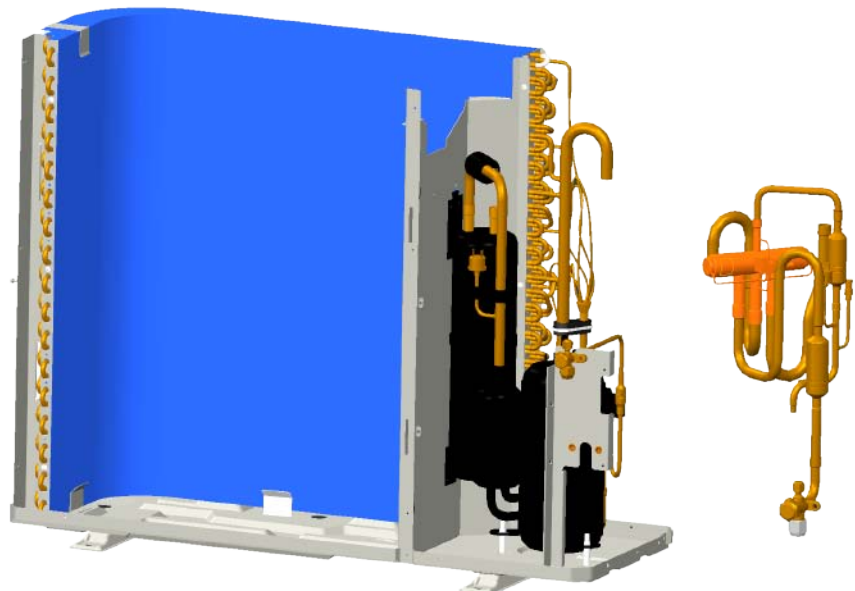

Fig.12
**① Sacar la válvula de gas.**
- Desoldar los tubos (Fig. 12)